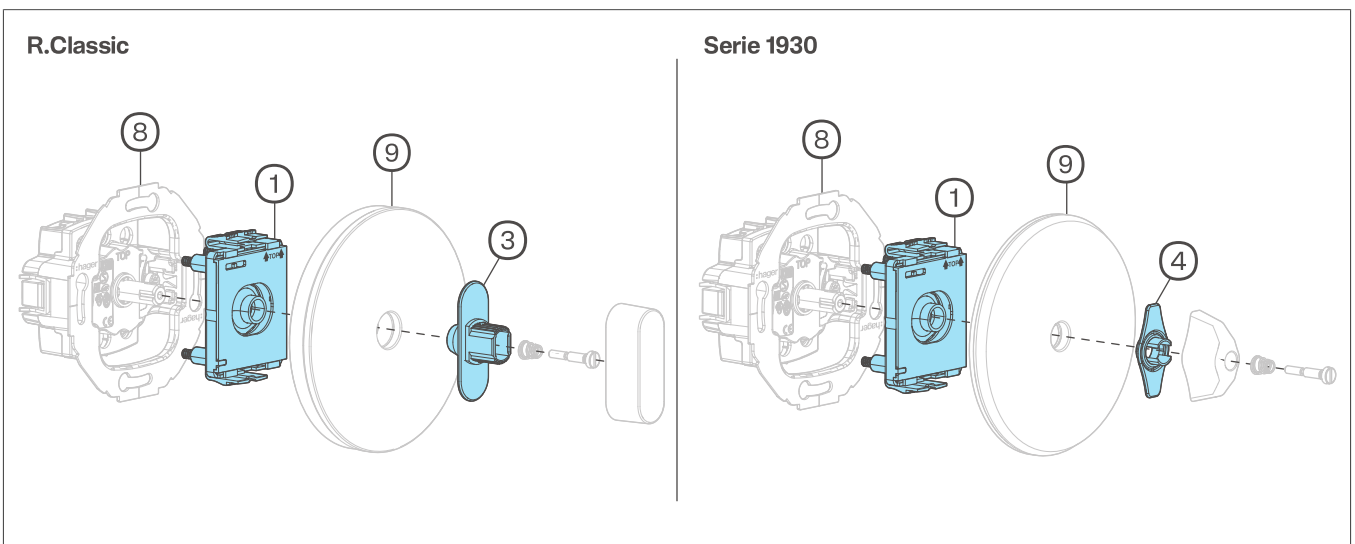

Fig. 2 : Montage final pour R.classic/Serie 1930
- 💡 – Faites attention à l'ordre de montage (Fig. 2). Installez d'abord la plaque de recouvrement (9), puis la fibre optique (3).